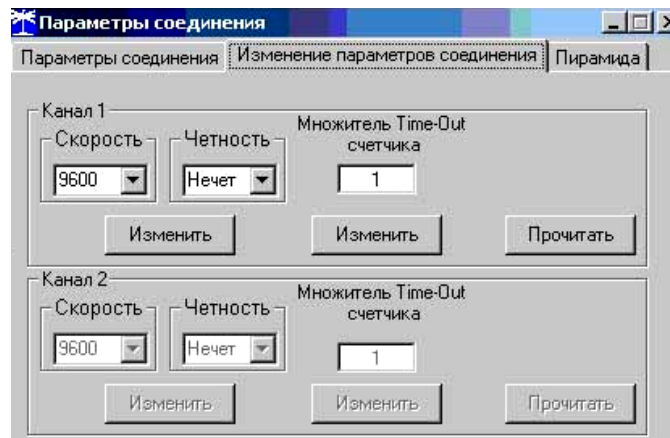

Рисунок 6 – Форма «Параметры соединения», вкладка «Изменение параметров соединения»
- открыть вкладку «Изменение параметров соединения» формы «Параметры соединения» (рисунок 6);
5.4.4.3 Скорость обмена по каналу RS-485 может быть изменена через оптопорт, посредством вкладки «Изменение параметров соединения» формы «Параметры соединения» (рисунок 6).